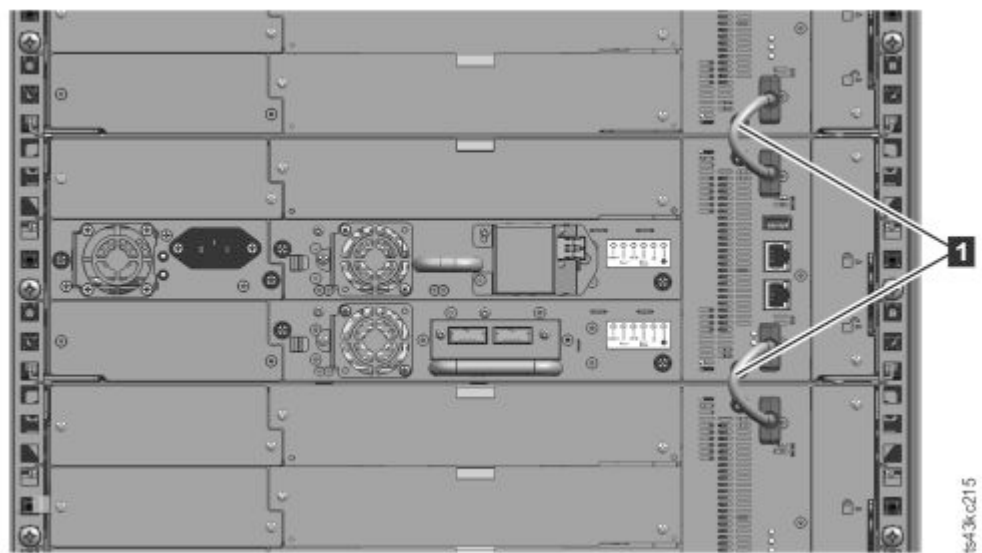

Abbildung 48. Verbundene Module
5. Verbinden Sie an der Rückseite des Speicherarchivs die Module der einzelnen Paare mit dem benachbarten Modul. Verwenden Sie hierzu die Erweiterungsmodul-Verbindungskabel (**1**). Siehe Abb. 48.